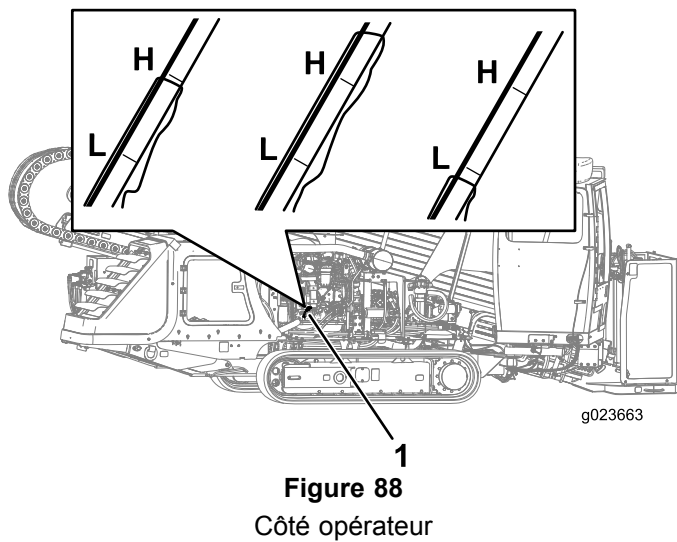

Figure 88
- Retirez la jauge d'huile (Figure 88) et essuyez-la soigneusement.